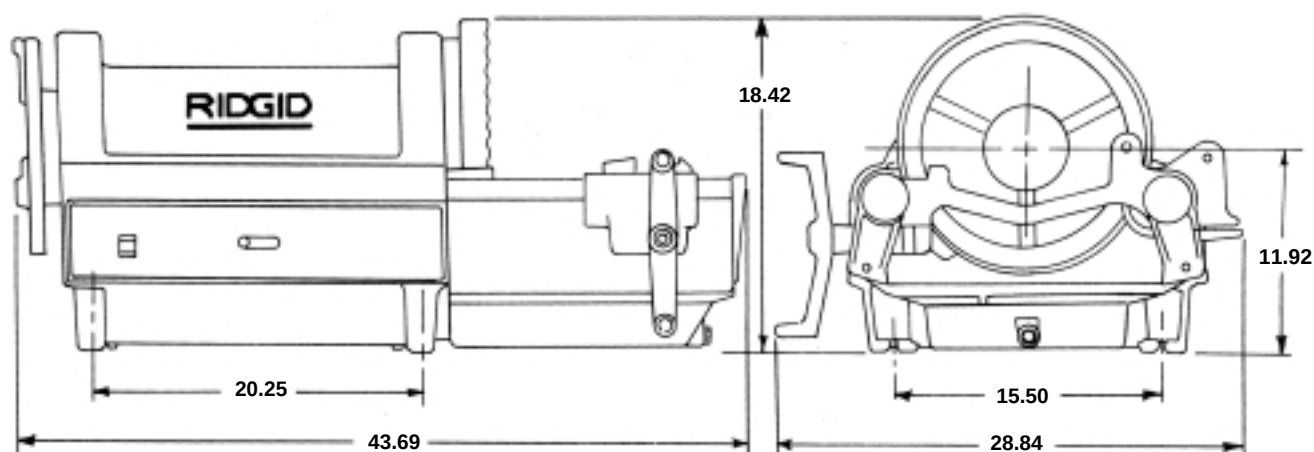

Figure 2 – Dimensions de la 1224
- A défaut d'un support, la machine peut être installée sur un établi stable. Pour monter l'appareil sur un établi, introduisez les quatre (4) boulons de $\frac{3}{8}$ po dans les trous prévus à chaque coin de l'embase de la machine. Les dimensions de l'embase sont indiquées à la Figure 2.